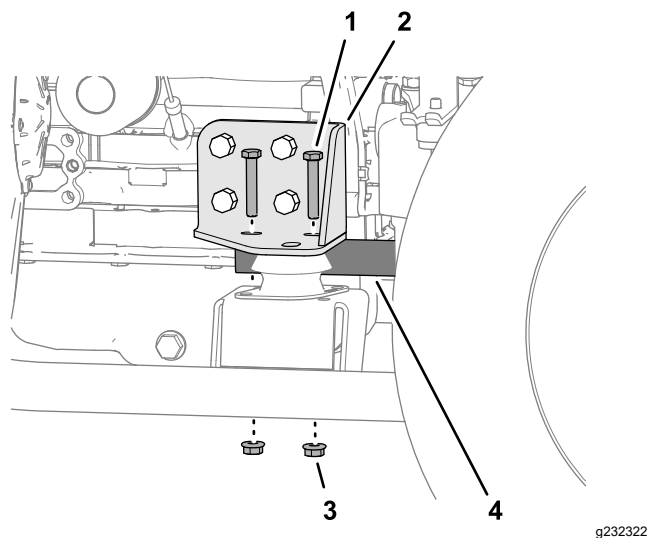

Рисунок 91
6. Отверните 2 болта и 2 гайки, которые крепят стопорящую трубку к правой опоре двигателя (Рисунок 91).